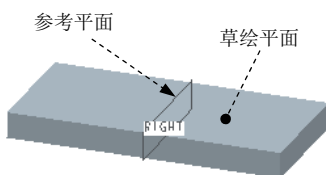

图 8.7.7 草绘平面
(1) 定义草绘平面。选择 **Plane (平面)** 命令，选取图 8.7.7 所示的模型表面为草绘平面；选择 **Okay (确定)** → **Right (右)** 命令，选择图 8.7.7 中的 RIGHT 基准面为参考面。